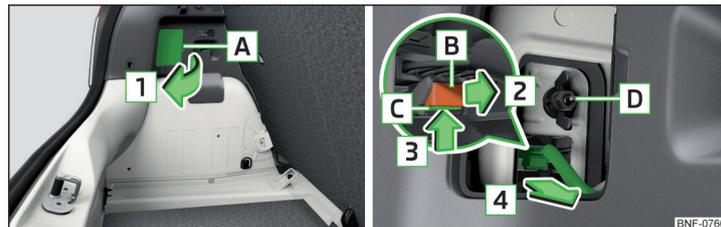

Fig. 179 Desmontar la lámpara / Quitar el conector
- › Levante el tapacubos en el área **A** en el sentido de la flecha **1** » fig. 179.
- › Atornille y fije la tuerca plástica **D** » fig. 179.